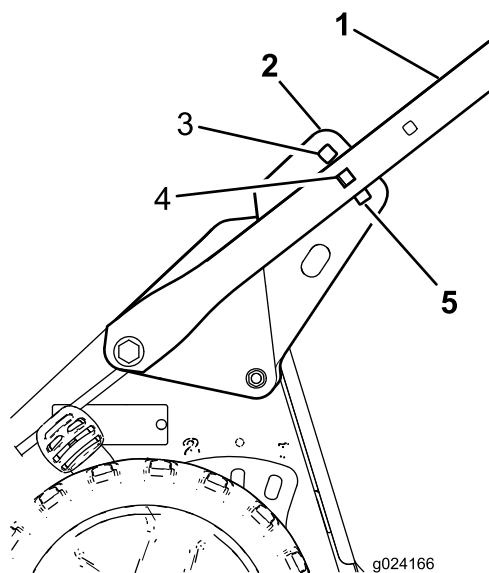

Figure 4
4. Tenez-vous derrière la machine à la position d'utilisation pour déterminer quelle hauteur du guidon vous convient le mieux (Figure 4).